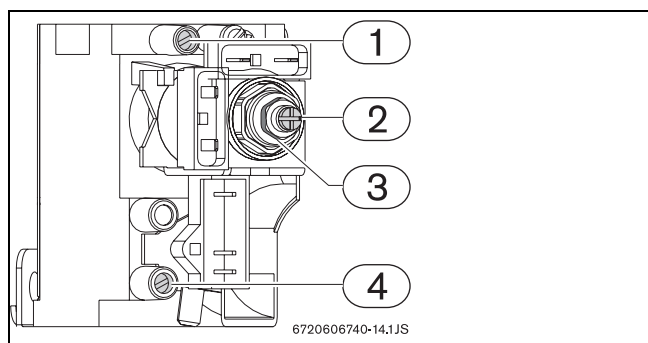

Fig. 19 Punti di controllo/regolazione gas
- Con una chiave di misura corrispondente, ruotare il dado (→Fig. 19, pos. 3):
- Tenere fermo il dado (→Fig. 19, pos. 3) con una chiave di misura corrispondente.
- Con un cacciavite **non magnetico** ruotare la vite (→Fig. 19, pos. 2):